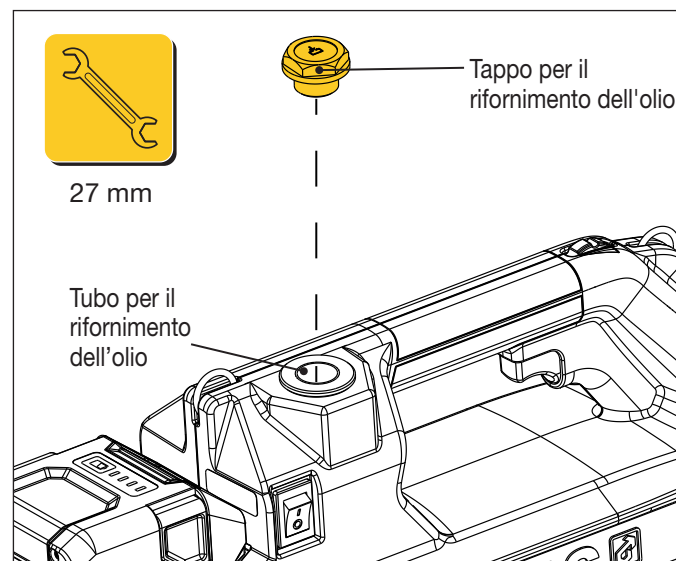

Figura 13: Posizione per il rifornimento dell'olio
3. Spegnerne l'interruttore di alimentazione della pompa (O).
5. Rimuovere il tappo per il rifornimento dell'olio dalla relativa apertura. Utilizzare una chiave da 27 mm. Vedere la Figura 13.